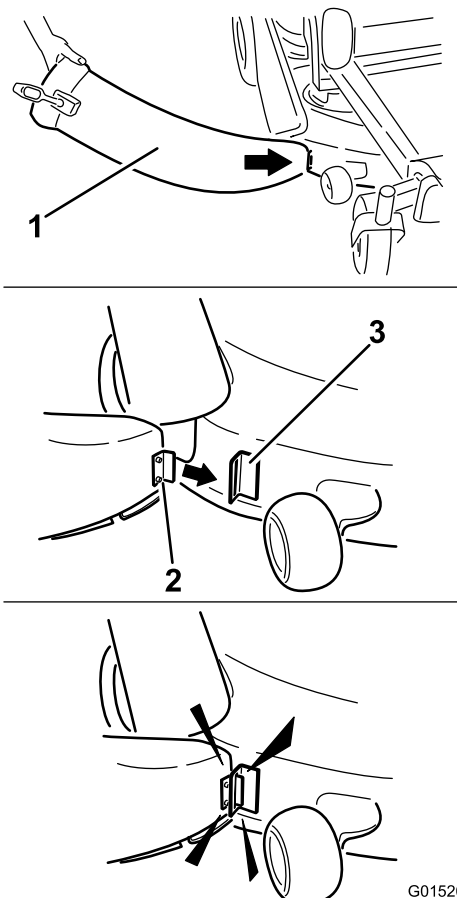

Figure 11
1. Inclinez la languette en métal à l'avant de l'éjecteur dans la fente du support qui est soudé au plateau de coupe, juste devant la découpe (Figure 11).